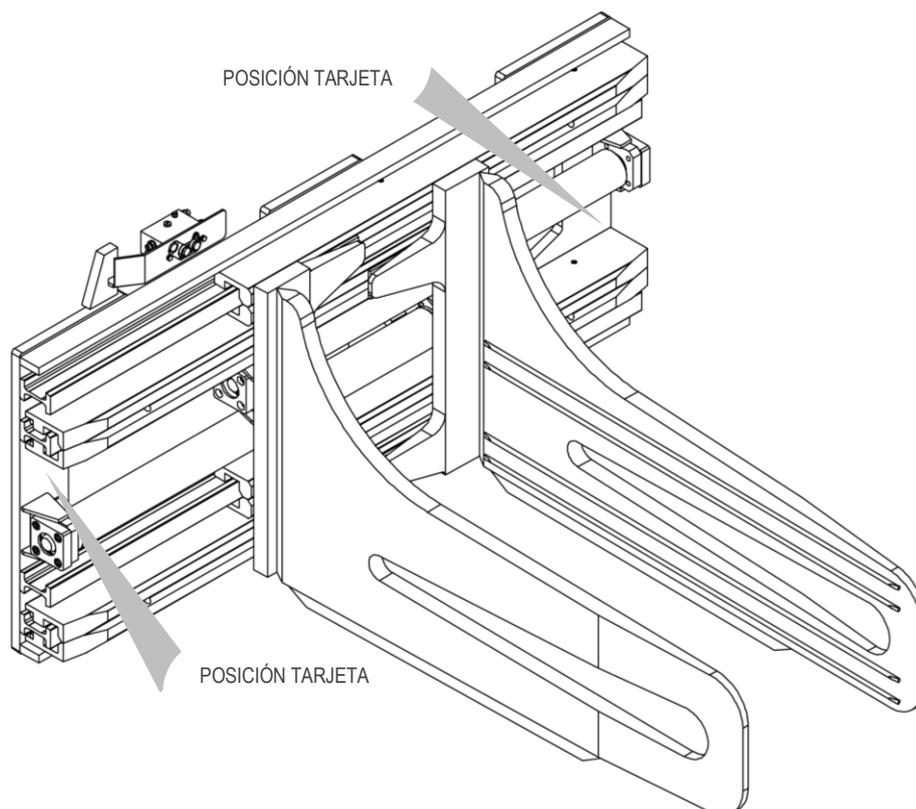

Figura 1
Todos Los implementos A.T.I.B. – “PINZA PARA BALAS CON BRAZOS SUTILES TIPO 116.131 | PINZA PARA BALAS CON BRAZOS CAJADOS TIPO 116.130” ” son identificados de una tarjeta adhesiva (mira *Tabla 1*) puesta sobre el implemento (mira *Figura 1*, en la que se muestran las dos posiciones principales que puede tener la tarjeta). Siempre referirse a la matricula.
5. Para la manipulación, utilice correas o cadenas del tamaño adecuado para el peso del implemento indicado en la tarjeta (mira *Figura 1 y Tabla 1 a pag. 6*).
9. Conecte el circuito hidráulico; asegurándose de que la presión de trabajo de las tuberías sea superior o igual a la indicada en la tarjeta identificadora (mira *Figura 1 Y Tabla 1 a pag.6*).